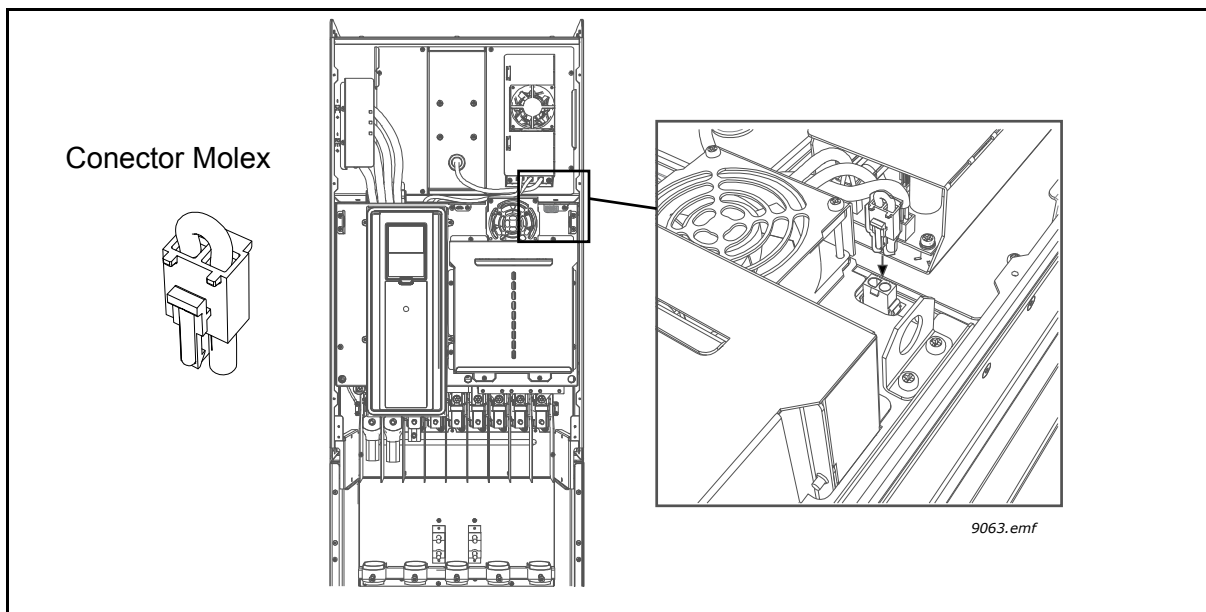

Figura 63.
**1** Găsiți conectorul Molex în trusa de accesorii. Scoateți capacul principal al unității de acționare c.a. și identificați locul conectorului lângă ventilator. Împingeți conectorul Molex în locașul său. A se vedea Figura 63.